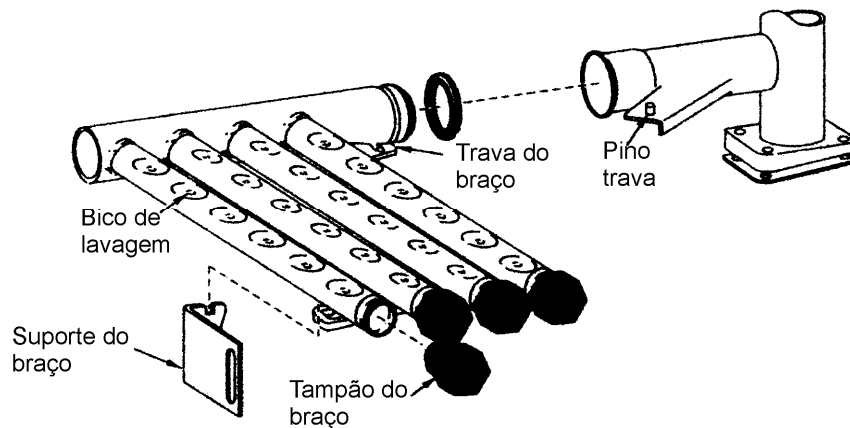

Fig. 13
5. Remova os braços de lavagem. Remova as tampas das extremidades dos braços de lavagem (fig. 13) e empurre quaisquer obstruções dos bicos aspersores de lavagem para dentro dos braços de lavagem. enxágüe cuidadosamente os braços de lavagem numa pia e recoloque as tampas das extremidades dos braços de lavagem (uma torcida ajuda a certificar-se de que estejam bem assentadas).
14. Insira o braço de lavagem inferior num ângulo entre a unidade transportadora e instale o retentor sobre o pino. Gire o braço na direção do prendedor e engate o gancho na ranhura (fig.13).